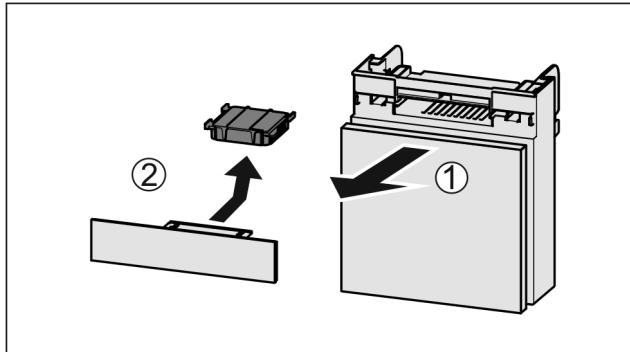

Fig. 137
- Вытянуть Fig. 137 (1) отделение движением вперед.
- Извлечение Fig. 137 (2) фильтра с активированным углем.